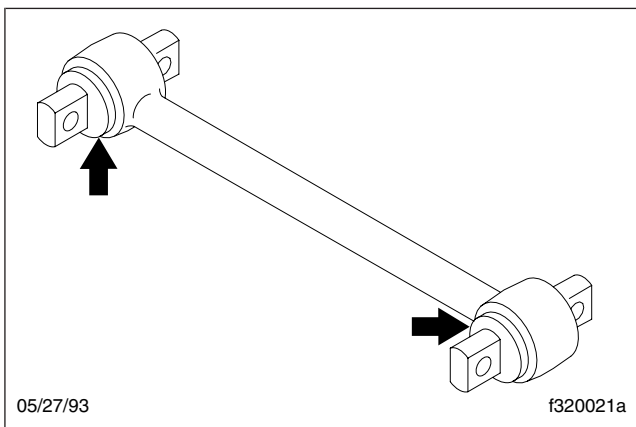

Figura 1, Bujes del brazo de torsión
3. Inspeccione los extremos de los bujes de goma. Vea la **Figura 1**. Reemplace el brazo de torsión por cualquiera de las siguientes razones: